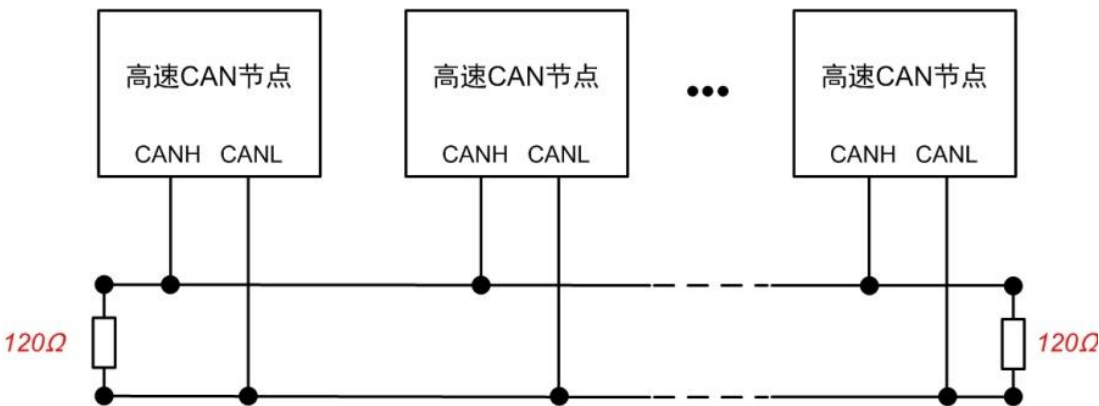

图 4.2 高速 CANFD 典型网络连接示意图
CAN(FD) 总线采用平衡传输。ISO11898-2 规定：在高速 CAN(FD)网络中，需要在网络终端节点处接入 120Ω终端电阻，用于消除总线上的信号反射，避免信号失真。高速 CAN(FD)网络拓扑图 4.2 所示。